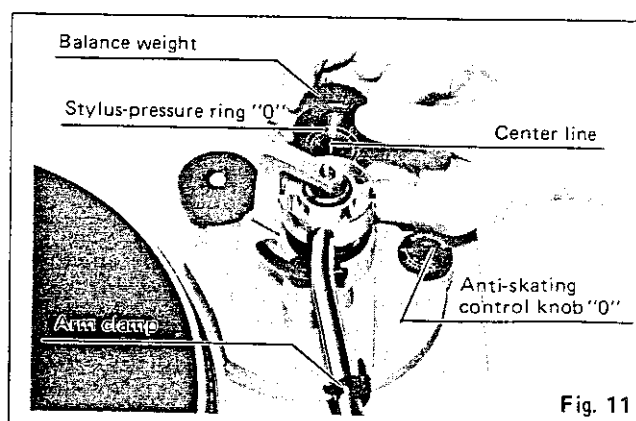

Fig. 11
- During the adjustment of the horizontal zero (0) balance, be careful that the stylus tip of the cartridge does not contact the turntable mat or turntable base.
- After the tonearm is horizontally zero (0) balanced, temporarily refasten the tonearm with the arm clamp.
- Hold the balance weight stationary with one hand as shown in the picture, and rotate only the stylus-pressure ring to bring the numeral "0" of the ring into alignment with the center line on the tonearm rear shaft. The adjustment of the horizontal zero (0) balance is now completed. (See Fig. 11.)
- After adjusting the horizontal zero (0) balance, turn the balance weight clockwise in the direction of the arrow and align to the correct stylus pressure. (See 12.)
4. Nachdem der Tonarm horizontal ausbalanciert ist, befestigen Sie ihn vorübergehend mit der Arretierklammer auf der Tonarmablage. (Vgl. Abb. 11)
5. Halten Sie das Gegengewicht mit einer Hand fest, wie in der Abbildung gezeigt, und drehen Sie den Auflagedruck-Einstellring, bis dessen "0"-Marke mit der Mittellinie auf dem rückwärtigen Tonarmende übereinstimmt. (Vgl. Abb. 11.)